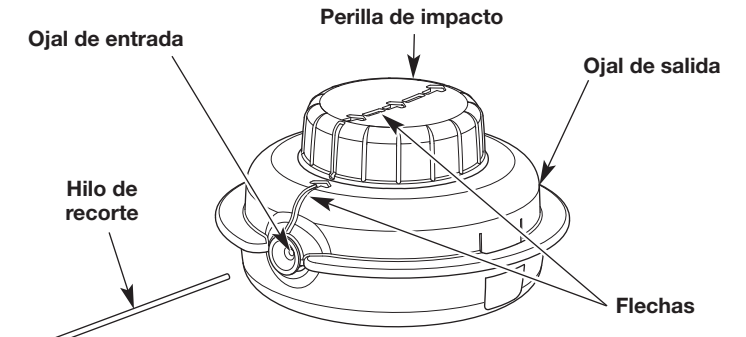

Fig. 16
3. Gire la perilla de impacto en el sentido de las agujas del reloj para alinear las flechas (Fig. 16).
4. Inserte el nuevo hilo de recorte en el ojal de entrada (Fig. 16). Oprima el hilo a través del cabezal de corte hasta que sobresalgan unas pulgadas por el ojal de salida. Tire de la línea saliente hasta aproximadamente 10 pies (3 m) de la línea que se extiende desde cada lado del cabezal de corte. Asegúrese de que las longitudes de la línea a cada lado sean iguales.